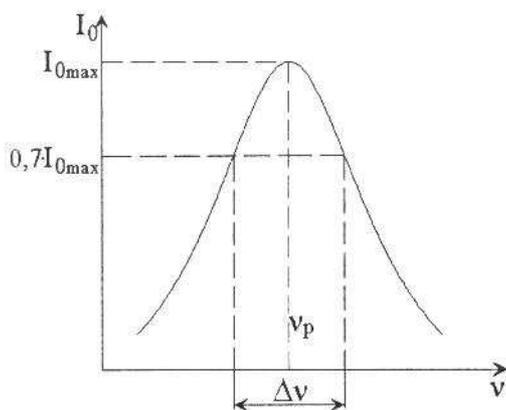

Рис. 2
2. По резонансным кривым определите в каждом случае ширину резонансной кривой  $\Delta\nu$ , соответствующую значению  $I_0 = 0,7 \cdot I_{0 \max}$  (рис. 2), и добротность колебательного контура  $Q = \nu_p / \Delta\nu$ .